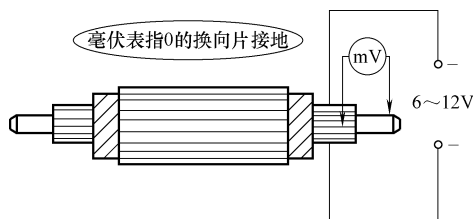

图 4-14 测量换向片和轴间压降检测
3) 测量换向片和轴间压降 如图 4-14 所示, 将 6~12V 直流电源接到对称的换向片上, 然后用一毫伏表, 使其一端通过导线与铁心或转轴相连, 另一端经导线分别与各换向片相碰, 同时观察毫